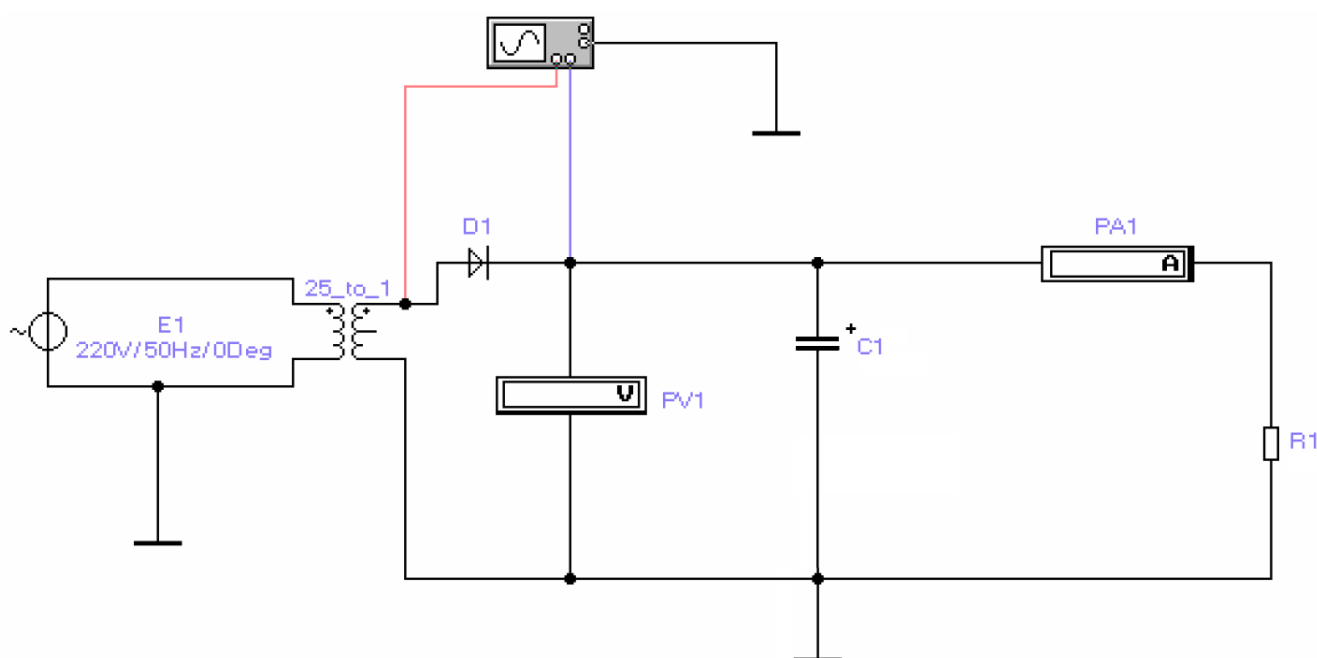

Рисунок 9
3. Исследовать однополупериодный выпрямитель с емкостным фильтром (рисунок 9). На вход А осциллографа подать входной сигнал, а на вход В – выходной.